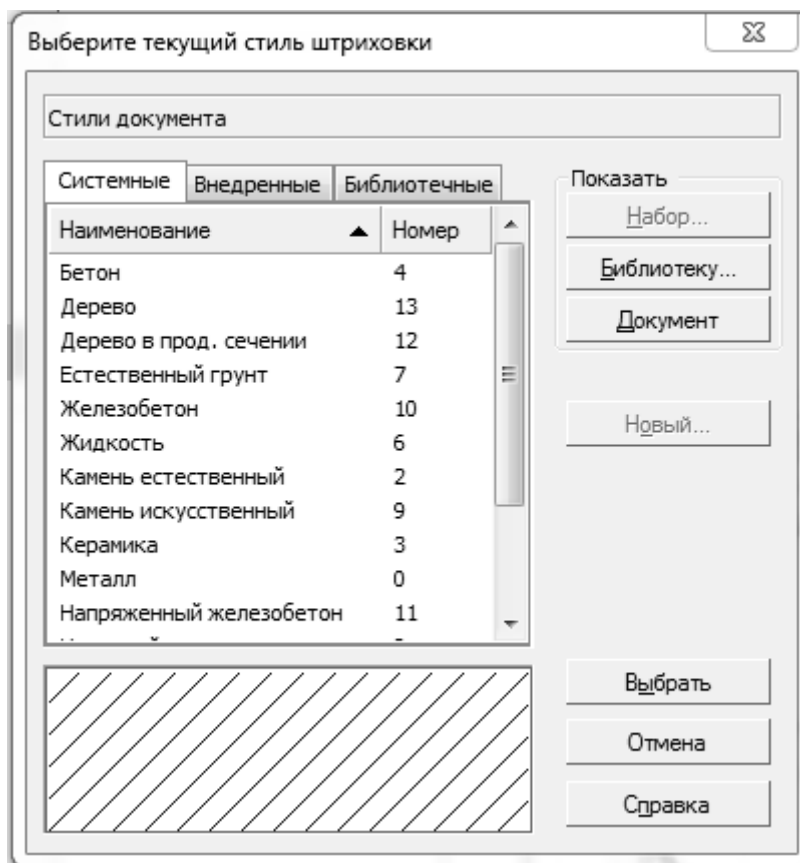

Рисунок 1.11 – Окно выбора стиля штриховки
– появится диалоговое окно **Выберите текущий стиль штриховки** (рисунок 1.11). Нажмите кнопку **Библиотека** и загрузите библиотеку стилей штриховок GRAPHIC.LHS. После этого перейдите на вкладку **Библиотека**, на которой должны отобразиться различные стили штриховок;